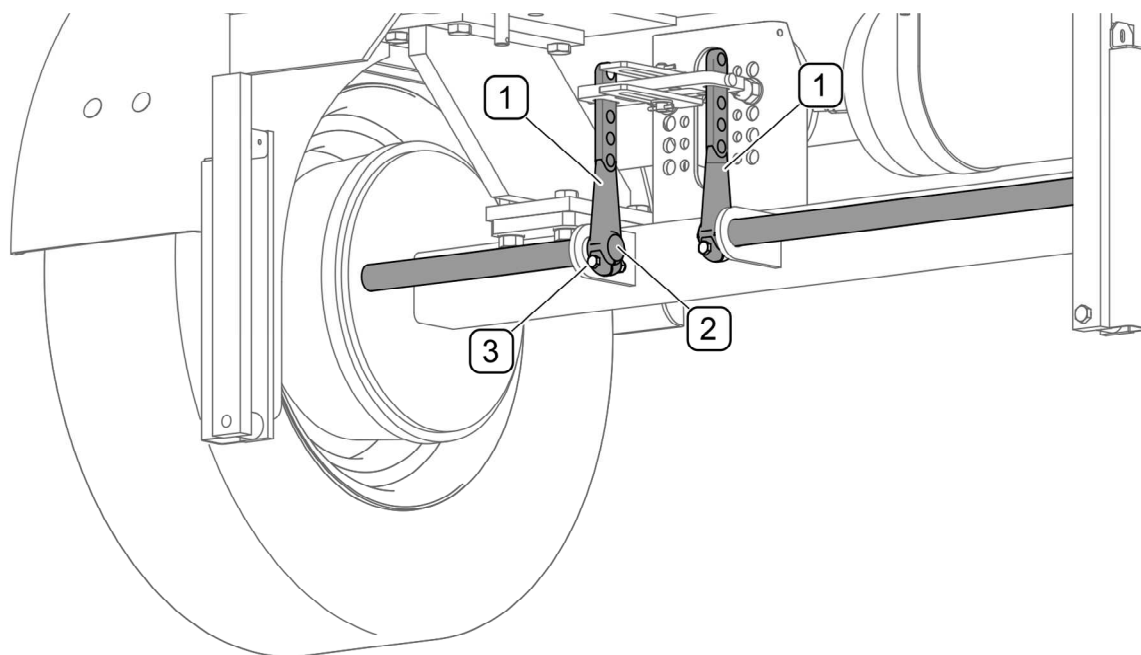

РИСУНОК 5.25 РЕГУЛЮВАННЯ ОСНОВНОГО ГАЛЬМА
(1) - важіль розтисного кулака; (2) - вал розтисного кулака; (3) - затискний гвинт
Регулювання гальм (РИСУНОК 5.25) полягає в зміні положення важеля розтисного кулака (1) відносно вала розтисного кулака (2). Для цього необхідно ослабити гайку гвинта (3), а потім переставити важіль розтисного кулака (1) на багатошліцьовому наконечнику вала (2) у правильному напрямку, тобто: